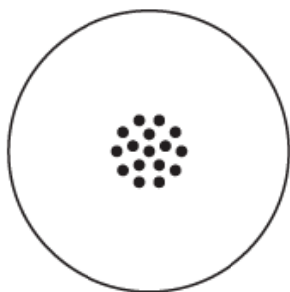
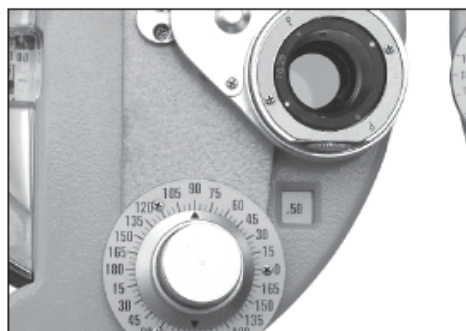

Figura 34
Figura 35
- (2) Proyecte el gráfico de puntos de cilindros cruzados como se muestra en la figura 34. Gire la perilla de rotación ⑑ con el dedo para girar la lente cilíndrica cruzada ㉔. Luego pídale a Testee que compare las dos imágenes que ve antes y después de girar la lente cilíndrica cruzada. Detente en el lado mejor. Por ejemplo, si lo que Testee ve es más claro como se muestra en la Figura 35 de la lente cilíndrica cruzada, gire la perilla del eje de la lente cilíndrica ㉒ para mover el eje de la lente cilíndrica transversal 5 ° en la dirección del punto rojo, de modo que la posición de la escala del eje de la lente cilíndrica ㉓ se coloca a 95 °.